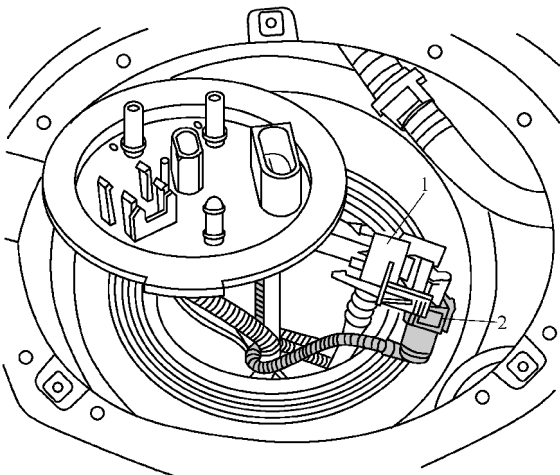

图 1-4-15 将射流泵连同仍连接在一起的射流管向上拔
(2) 如图 1-4-15 所示, 将射流泵 1 连同仍连接在一起的射流管 2 向上拔。
(3) 按下开锁按钮, 将射流管从射流泵上拔下,